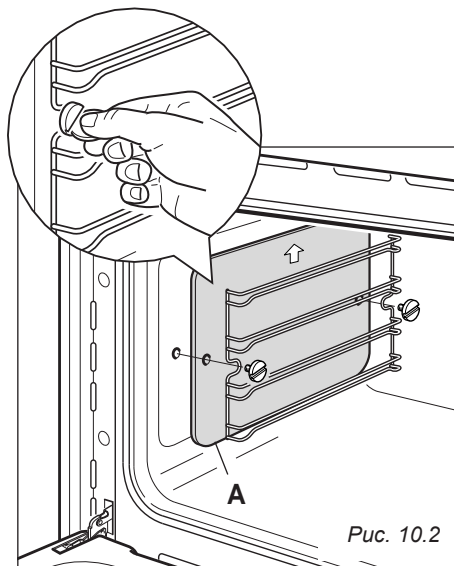

Рис. 10.2
- Установите проволочные решетки-держатели на стенках духового шкафа с помощью 2 винтов (Рис. 10.2).
- В случае оснащения моделей каталитическими панелями вставьте данные панели «А» стрелочкой вверх (Рис. 10.2).